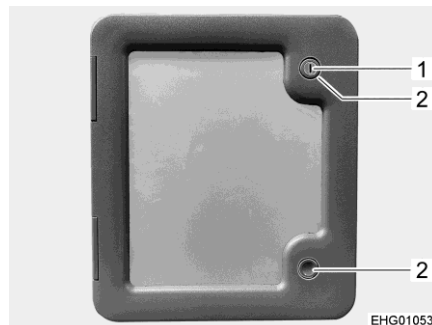

Bild 19 Außenklappe Fäkalienkassette
- Schlüssel in Schließzylinder des Druckschlusses (Bild 19,1) stecken und eine viertel Umdrehung drehen.
- Beide Druckschlösser (Bild 19,2) gleichzeitig mit dem Daumen drücken und Außenklappe öffnen.
- Schlüssel in Schließzylinder (Bild 19,1) stecken und eine viertel Umdrehung drehen.